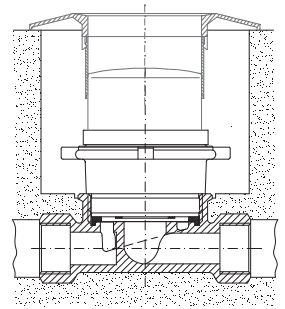

Abb. 3
- 8.13. Rosette auf die Zählwerkshaube bis zum Anschlag schieben (siehe Abb. 3).